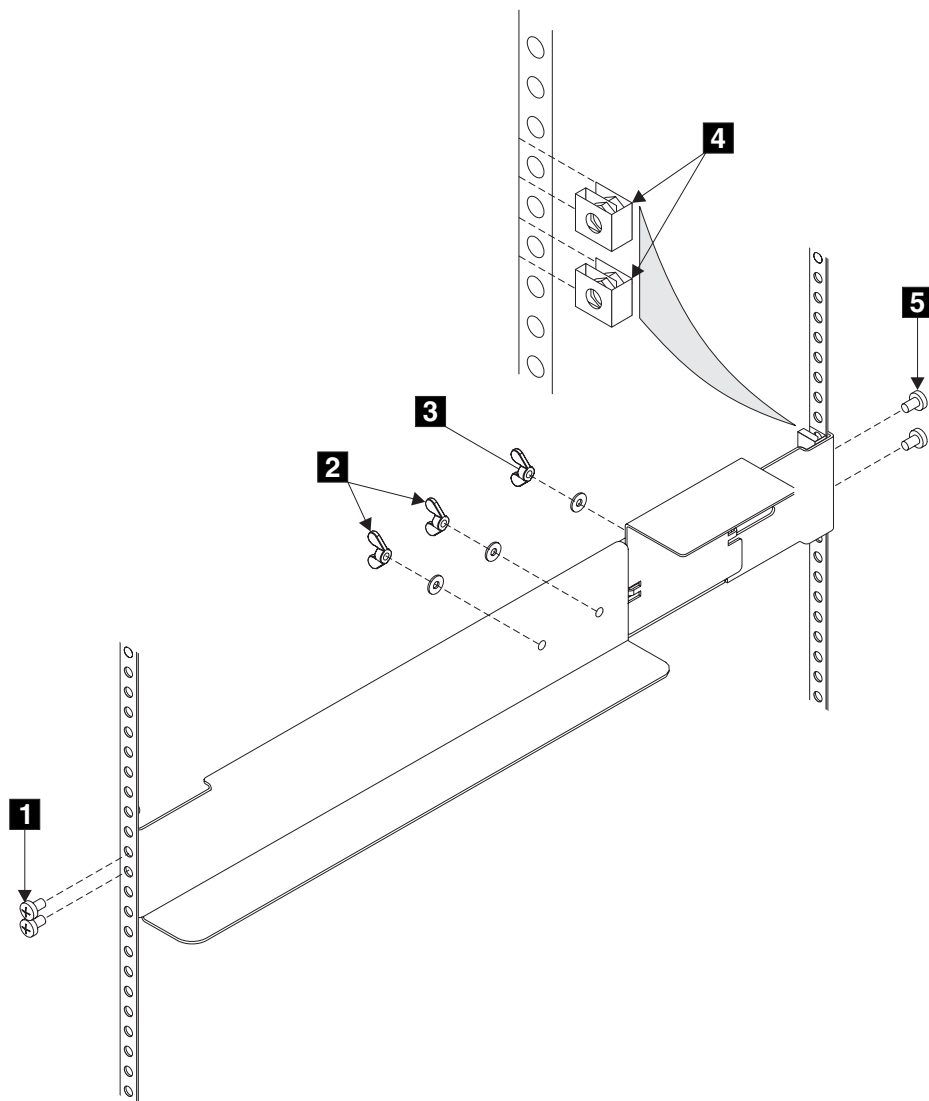

図 315. 2145 無停電電源装置 のサポート・レールのラックからの取り外し
2. 2 つの調整ウィング・ナット **2** (740 ページの図 315) を緩めます。